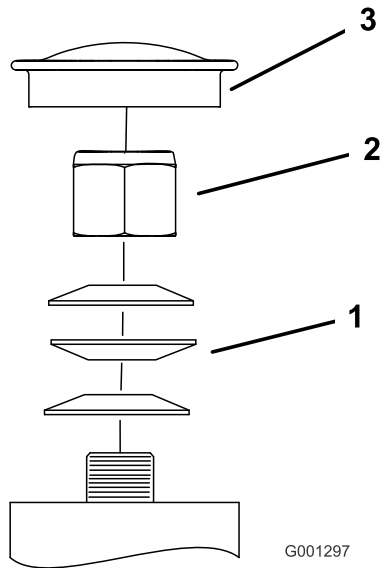

Bild 79
- Entfernen Sie den Staubdeckel vom Laufrad und ziehen Sie die Sicherungsmutter an (Bild 79).
- Ziehen Sie die Sicherungsmutter so weit fest, dass die Federscheiben flach liegen und schrauben dann um Viertelumdrehung zurück, um die Lager richtig vorzuspannen (Bild 79).
Wichtig: Achten Sie darauf, dass die Federscheiben richtig eingesetzt sind, siehe Bild 79.
- Setzen Sie den Staubdeckel auf (Bild 79).